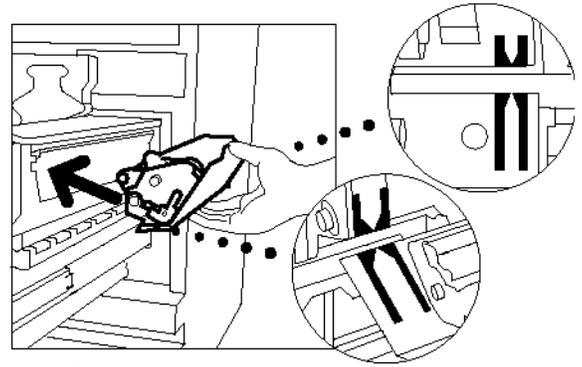

Figura 46: Alinhar a nova Tela de limpeza
- 8 Alinhe as setas dianteira e traseira da nova Tela de limpeza com as setas dianteira e traseira no lado direito do fusor, conforme ilustrado na Figura 46.